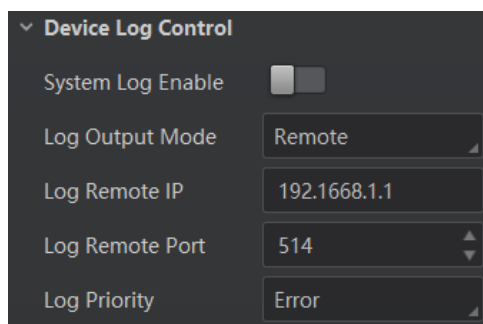

图8-5 远程存储模式
- 当选择 *Remote* 时，为远程存储模式，系统日志将通过远程传输，此时还需要通过 *Log Remote IP* 和 *Log Remote Port* 参数来设置远程目标 IP 地址和端口号，如图 8-5 所示。
3. 在 *Log Priority* 参数处下拉选择日志优先级，从高到低依次为 *Fatal*（致命）、*Error*（错误）、*Warning*（警告）、*Info*（信息）、*Debug*（调试），如 图8-5 所示。